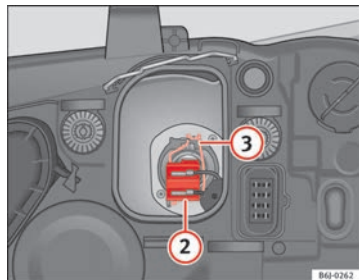

Fig. 154 Médios
- Retirar o conector ⇒ Fig. 154 ② da lâmpada.
- Desengate a mola de fixação ⇒ Fig. 154 ③ pressionando-a para dentro e para a direita.